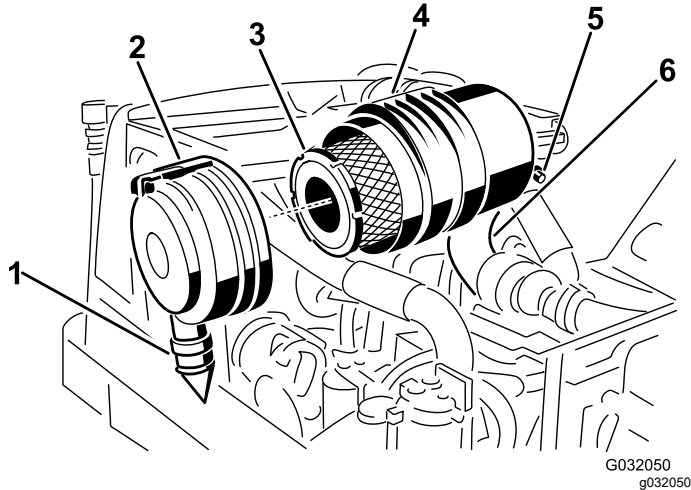

Figura 50
2. Retire el filtro primario (Figura 50).
3. Cambie el filtro primario (Figura 50).
7. Instale la cubierta orientando la válvula de salida de goma hacia abajo, aproximadamente entre las posiciones de las 5 y las 7, visto desde el extremo y cierre el enganche (Figura 50).